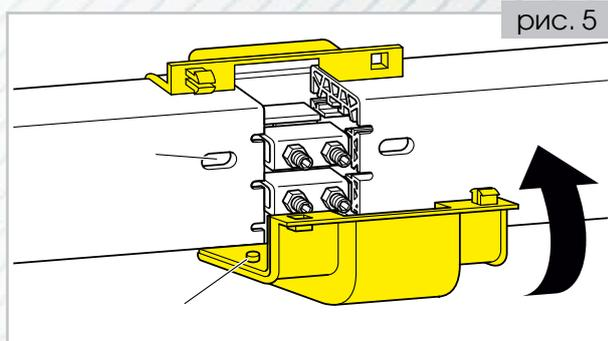

рис. 5
- При начале монтажа соединительные крышки 21-485-05 СБ требуется установить снизу троллейного шинопровода по центру соединения троллей. Выпуклые закругления крышек должны войти в нижние углы шинопровода и зацепиться. (рис.5)